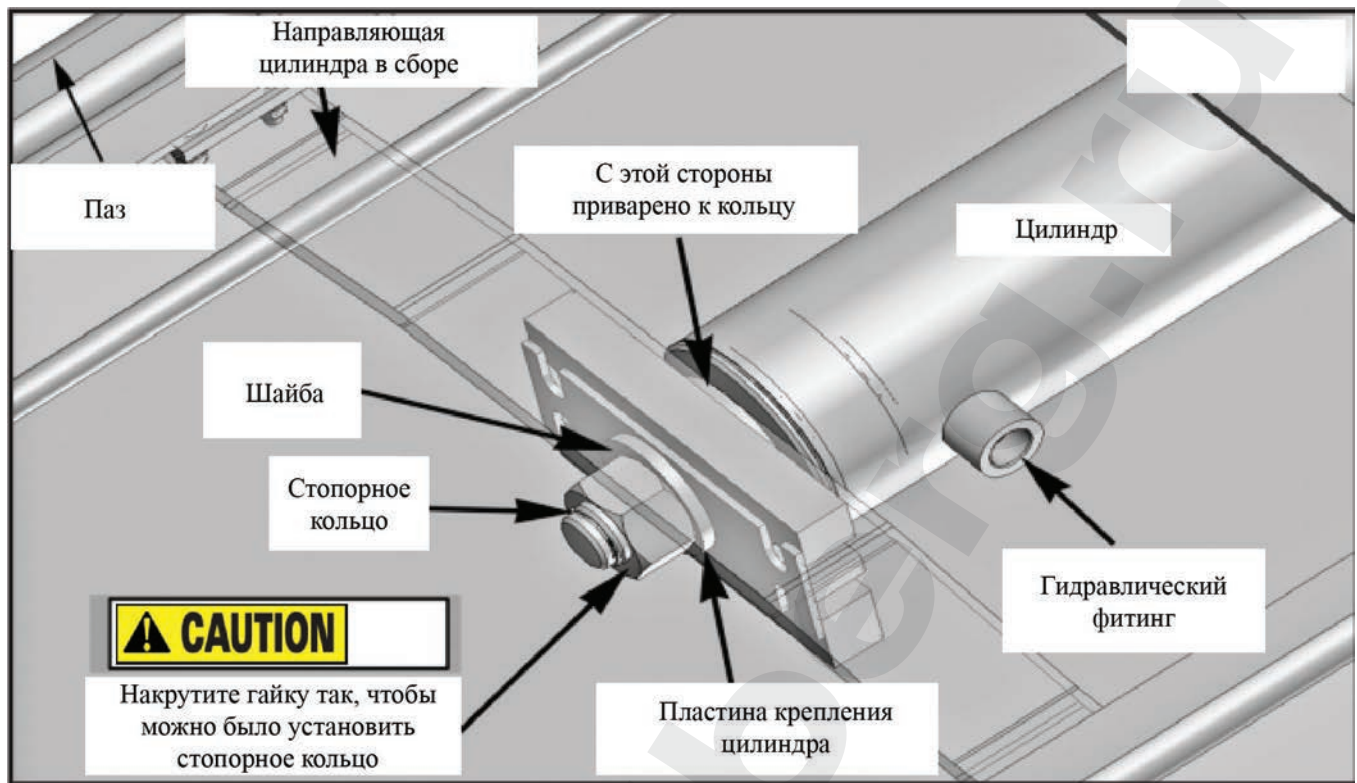

Рис. 8.1
1. Фланец направляющей цилиндра должен устанавливаться, как показано на рисунке. Кольцо должно располагаться со стороны цилиндра. Обратите внимание на расположение пластины крепления цилиндра. Резьбовые концы тросов крепятся к пластине крепления цилиндра (см. рис. 8.1).